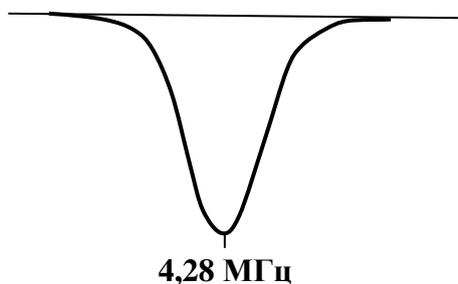

Рис. 33. Осциллограмма сигнала при настройке фильтра «клевш»
4. Вращением сердечника контура L953 добиться формы АЧХ, изображенной на рис.33.